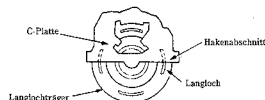

Abb. 6
##### (7) Austausch des Langlochträgers (Abb. 6)